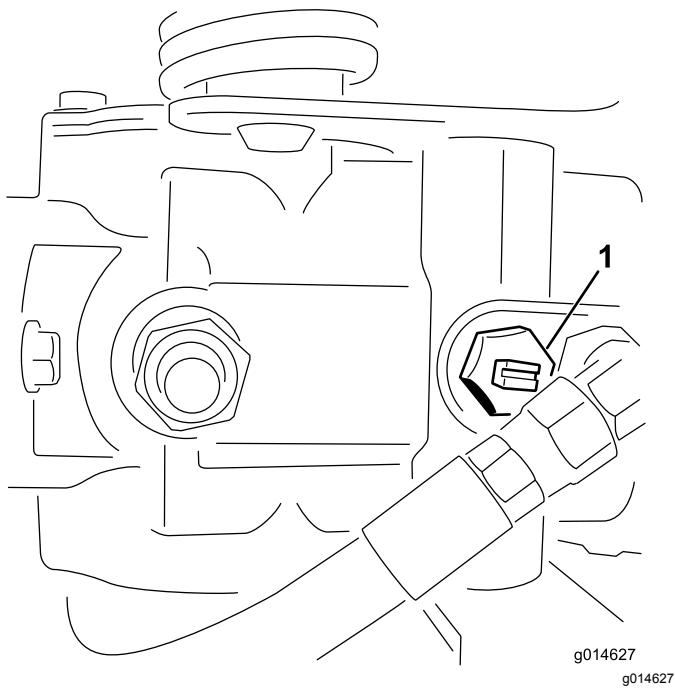

Bild 42
1. Ermitteln Sie das Sicherheitsventil an der Pumpe und drehen es so, dass der Schlitz vertikal ist (Bild 42).
2. Schließen Sie vor dem Starten des Motors das Sicherheitsventil. Drehen Sie den Schlitz des Ventils in die horizontale Stellung (Bild 42). Starten Sie den Motor nie, wenn das Ventil noch offen steht.